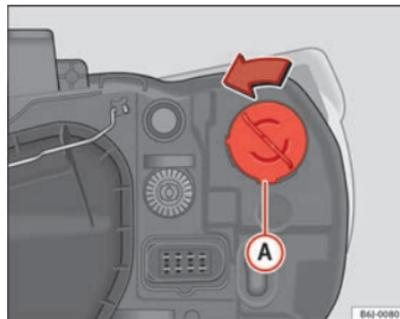

Fig. 158 Luz intermitente faro simple
- Gire el portalámparas ⇒ fig. 158 A a la izquierda y tirar.